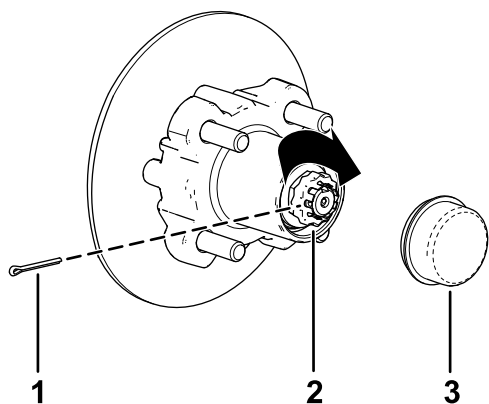

Рисунок 38
8. Установите держатель поверх гайки и проверьте совмещение паза в держателе с отверстием в оси под шплинт (Рисунок 38).
9. Установите шплинт и загните обе лапки вокруг держателя (Рисунок 38).
10. Установите пылезащитную крышку на ступицу (Рисунок 38).